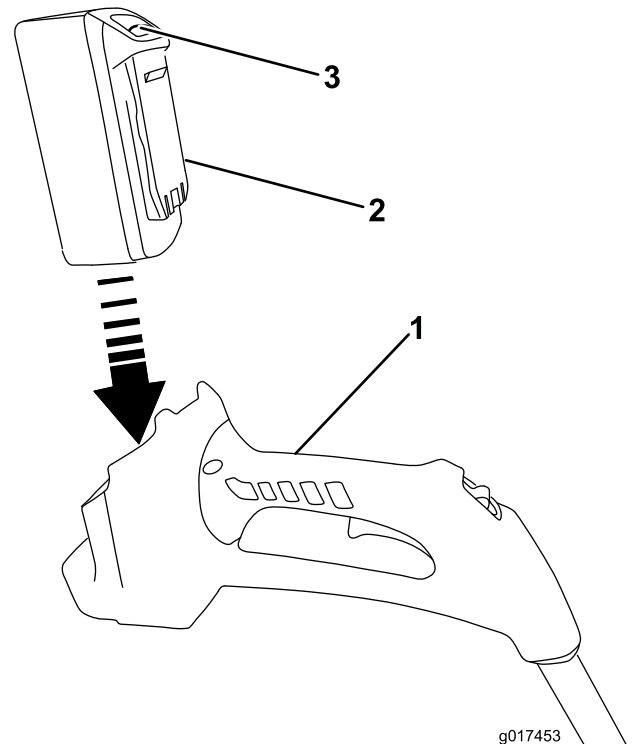

Figura 10
- Alinee la lengüeta de la batería con el hueco correspondiente de la carcasa de la empuñadura (Figura 10).
- Sujete la empuñadura con gatillo (Figura 10).